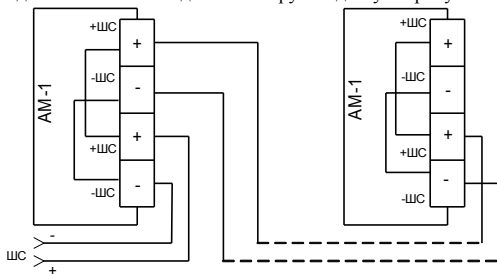

Рисунок 2
6.8 При соединении нескольких адресных меток в линию, подключение производить, как показано на рис.2.